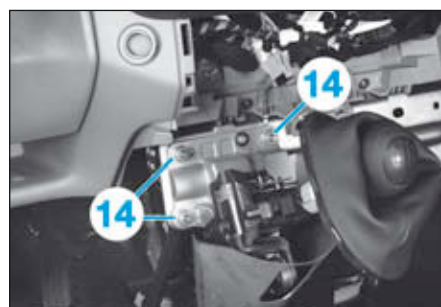

FIG.22
- les écrous (14) de la platine support du levier de commande de boîte de vitesses (Fig.22),